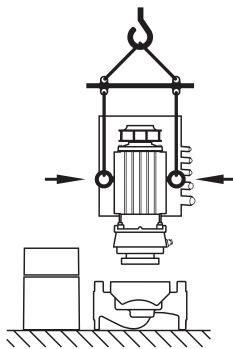

Fig. 24: Transport du kit embrochable
- li les œillets de transport sont (ont été) montés non pas sur la bride mais sur le carter de moteur, ils ne peuvent être utilisés que pour soutenir ou transporter le kit embrochable (fig. 24) mais pas pour transporter l'ensemble de la pompe et pas non plus pour séparer le kit embrochable du corps de pompe (être attentif lors du démontage préalable et du remontage consécutif de l'écarteur).